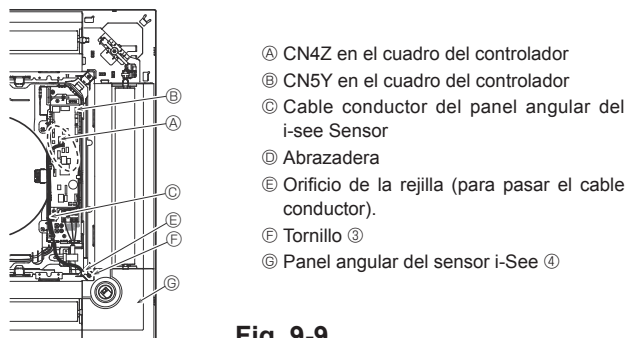

Fig. 9-9
9.4.5. Instalación del panel angular del i-see Sensor (Fig. 9-9)
- Pase el conector del cable conductor (blanco, 4 polos y blanco, 5 polos) del panel angular del i-see Sensor ④ desde el lateral de la caja eléctrica de la unidad principal y conéctelo a los conectores CN4Z y CN5Y del cuadro del controlador.